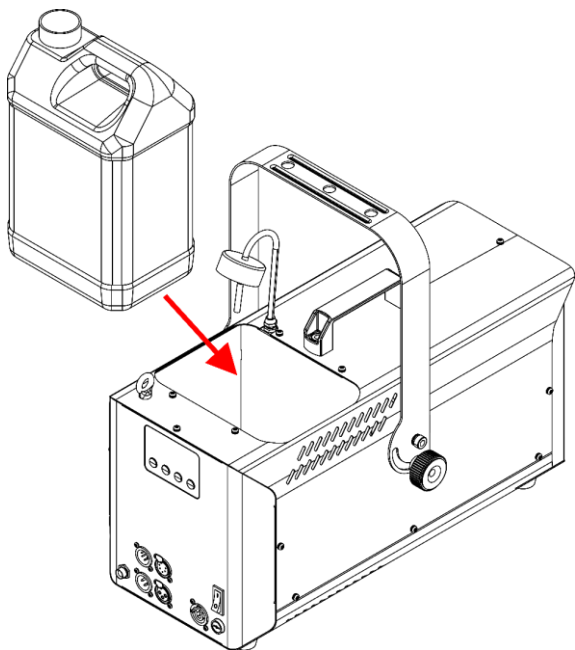

Fig. 18
07) Plaats de vloeistoftank terug in het apparaat, zoals getoond in Fig. 18.